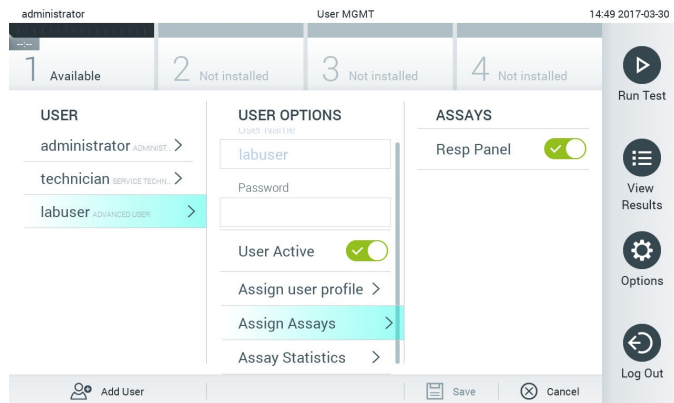

Figura 54. Alocarea testelor utilizatorilor.
**Assign Assays** (Alocare teste): Permite definirea testelor din baza de date a testelor, pe care utilizatorul are dreptul să le ruleze. Selectați testele din lista din dreapta zonei de conținut (Figura 54, pagina următoare).